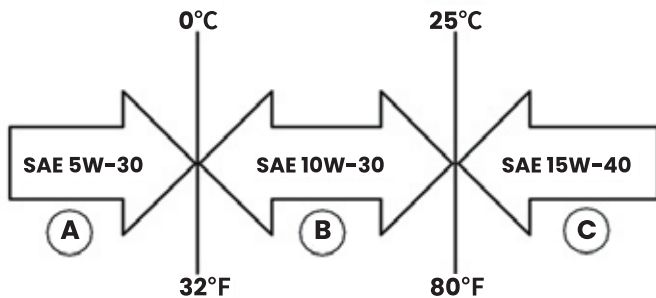

Abbildung 8: Empfohlenes Öl
1. Benutzen Sie nur das in Abbildung 8 angegebene Motoröl.